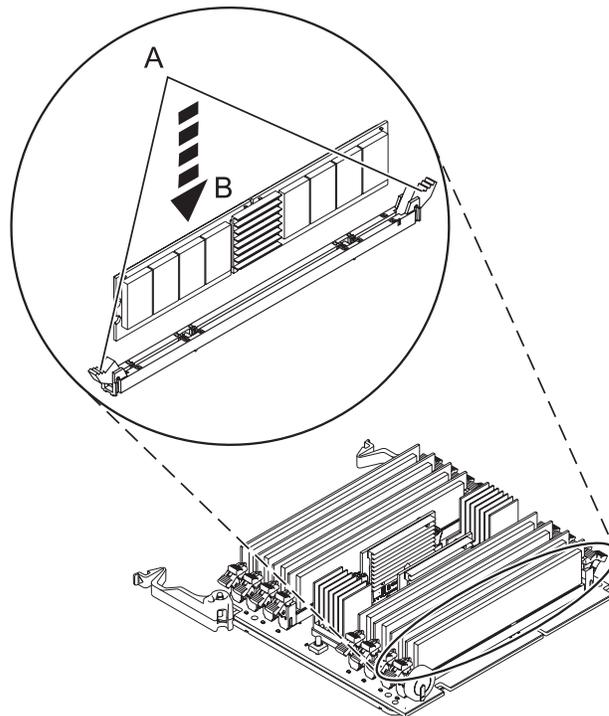

Figure 9. Remplacement d'un module de mémoire
12. Vérifiez que les languettes de verrouillage du connecteur (A) sont ouvertes, comme indiqué dans la figure 9, à la page 14, avant d'installer un nouveau module de mémoire.